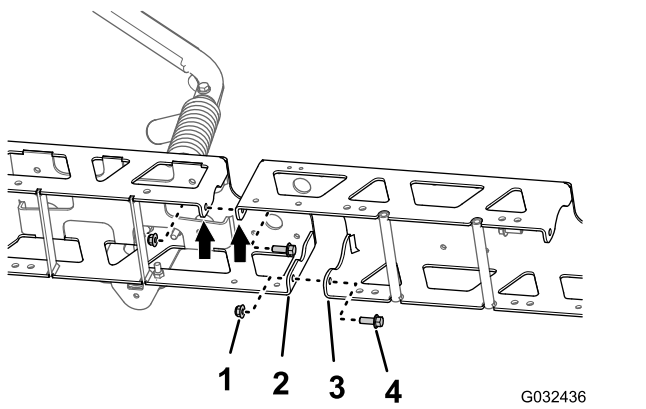

Figura 54
1. Allineate i fori nelle flange verticali dell'estensione della barra centrale con i fori del telaio della trave (Figura 54).
2. Montate senza serrare l'estensione della barra centrale sul telaio della trave (Figura 54) con i 2 bulloni a testa flangiata ($\frac{3}{8}$ " x 1") e i 2 dadi di bloccaggio flangiati ($\frac{3}{8}$ ") che avete rimosso al passaggio 1 di Separazione delle travi della sezione di irradiazione centrale (pagina 29).
3. Allineate i fori nelle flange verticali dell'estensione della barra centrale con i fori dell'altro telaio della trave (Figura 54).
4. Montate senza serrare l'estensione della barra centrale sull'altro telaio della trave (Figura 54) con i 2 bulloni a testa flangiata ($\frac{3}{8}$ " x 1") e i 2 dadi di bloccaggio flangiati ($\frac{3}{8}$ ") del kit di finitura dell'impianto di irradiazione GeoLink (Figura 54).